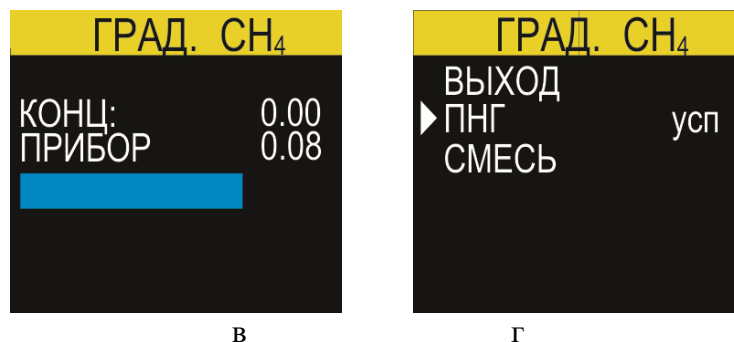

Рисунок 17. Меню градуировки метана. Выставление "нуля"
3.1.5 Далее необходимо произвести калибровку "нуля". Для чего выбрать в меню градуировки строку "ПНГ" и нажать кнопку "ОК" (рис.17а). На дисплее отобразится содержание метана в ПНГ-азот ("КОНЦ.") и текущие показания прибора по каналу метана ("ПРИБОР") - см.рис.17б.
3.1.6 Начать подачу ПНГ-азот через насадку прибора и нажать кнопку "ОК" для начала градуировки. Расход ПНГ-азот необходимо контролировать ротаметром в пределах $0,5 \pm 0,2$ л/мин. Подавать ПНГ-азот необходимо в течение времени, равному утроенному значению $t_{0,9}$ для выбранного газа (для метана - 90 сек, для остальных газов - 180 сек) до тех пор, пока не исчезнет полоса загрузки (рис.17в), а дисплей не вернется на первый этап градуировки (рис.17г).